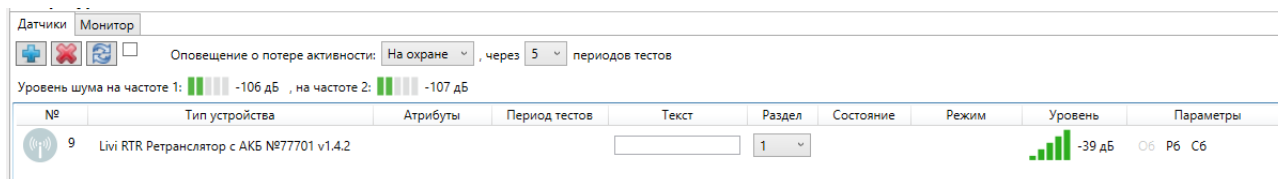
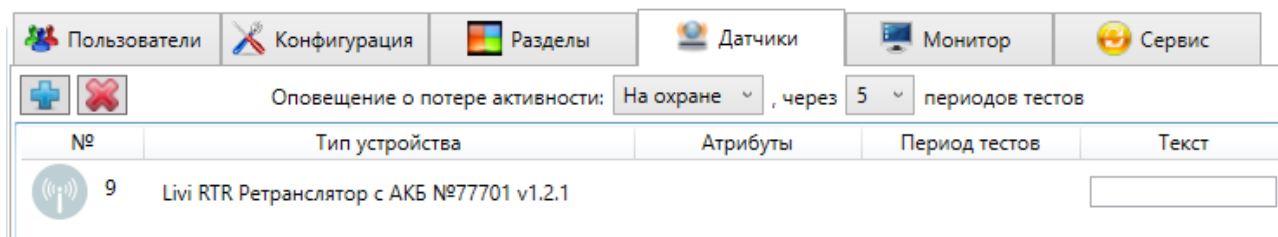
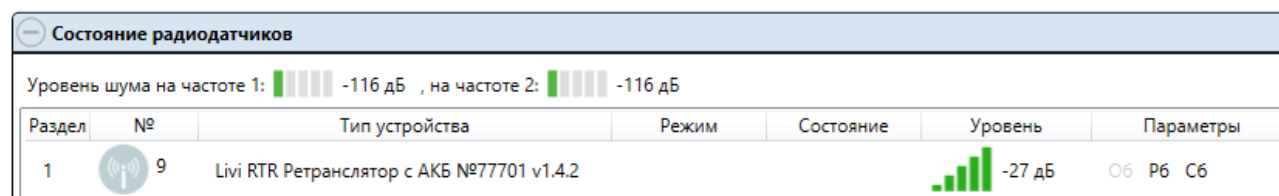

Рисунок 12.1 — Радиоустройство на вкладке *Датчики* в конфигурации ППК STEMAX RX410 (*STEMAX Конфигуратор*)
Рисунок 12.2 — Радиоустройство на вкладке *Датчики* в конфигурации контроллера Мираж-GSM-A8-05 (*STEMAX Приват*)
Рисунок 12.4 — Блок *Состояние радиоустройств* на вкладке *Монитор*
После связывания индикатор радиоустройства мигнет пять раз зеленым цветом. Сведения о радиоустройстве отобразятся на вкладке *Датчики* (см. рисунок 12.1, рисунок 12.2).
1. В программе *STEMAX Конфигуратор* или *STEMAX Приват* на вкладке *Монитор* (см. рисунок 12.4).
На вкладке *Датчики* в обеих программах можно посмотреть и, если применимо, изменить следующие параметры зарегистрированных радиоустройств (см. рисунок 12.1, рисунок 12.2):
В верхней части вкладки *Датчики* (см. рисунок 12.1), в верхней части таблицы *Состояние радиодатчиков* на вкладке *Монитор* (см. рисунок 12.4) программы *STEMAX Конфигуратор* и в верхней части вкладки *Монитор* программы *STEMAX Приват* отображаются индикаторы *Уровень шума на частоте 1* и *на частоте 2*. Они показывают уровень радиопомех на рабочих частотах, которые могут снижать качество связи контроллера с радиоустройствами. Наилучший (наименьший) уровень шума отображается одной зеленой полоской, наихудший (наибольший) — пятью красными полосками.